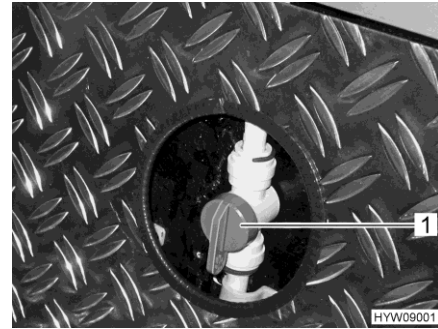

Bild 134 Tillöppsventil (uppvärmning av det bakre lastutrymme)
- Ställ handtaget (Bild 134,1) på tillförselventilen för uppvärmning av bakre lastutrymme parallellt till värmeledningen. Värmen för bakre lastutrymme arbetar nu med maximal prestanda.
- Ställ handtaget (Bild 134,1) på tillförselventilen för uppvärmning av bakre lastutrymme i valfritt ställning. Varmvattenfördelningen för det bakre lastutrymme kan på det här sättet regleras steglöst.
- Ställ in handtaget (Bild 134,1) på tillförselventilen för uppvärmning av bakre lastutrymme tvär till värmeledningen. Värmen för det bakre lastutrymme är nu avstängd.